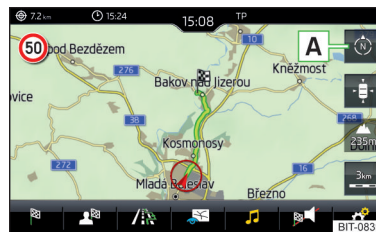

Fig. 170
► Para **cambiar la dirección del mapa**, pulsar en el menú principal *Navegación* la superficie funcional **A** » fig. 170.